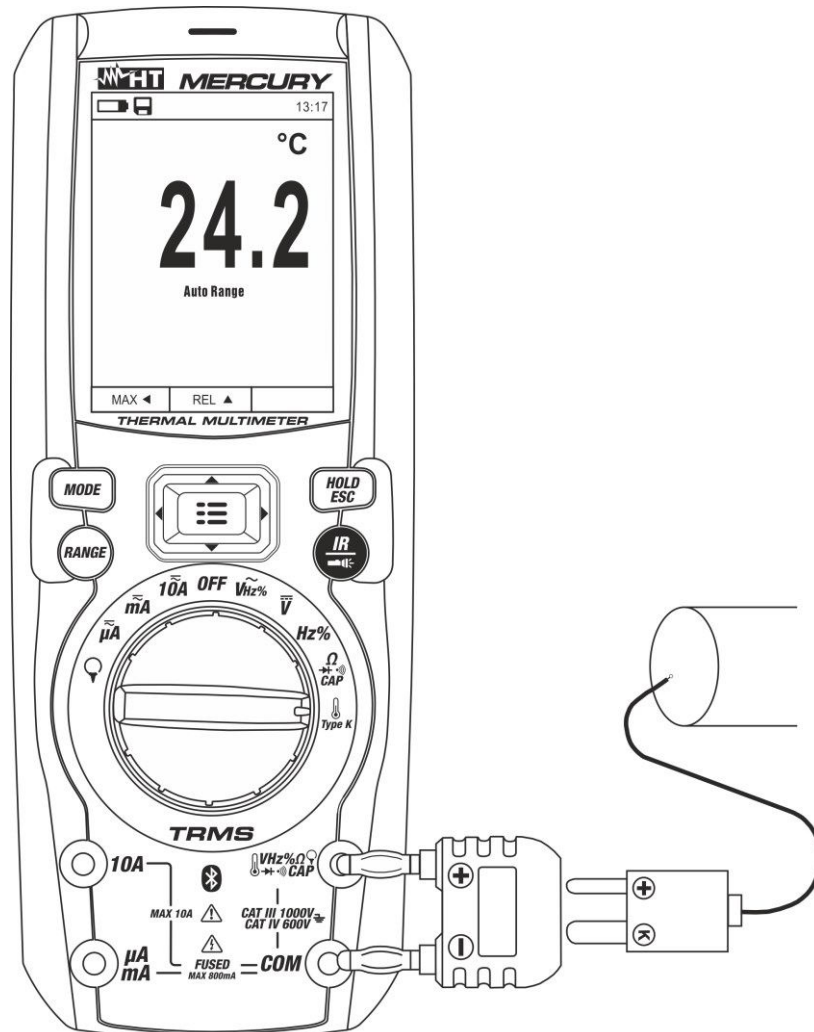

Abb. 27: Verwendung des Gerätes für Temperaturmessung
3. Stecken Sie den mitgelieferten Adapter in die Eingangsbuchsen **VHz%** (Polarität +) und **COM** (Polarität -) (siehe Abb. 27).